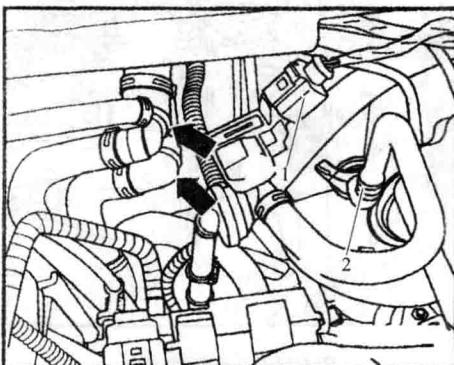

图 1-13 从真空助力器上脱开真空管
22) 如图 1-13 所示，断开插头连接。从真空助力器上脱开真空管。